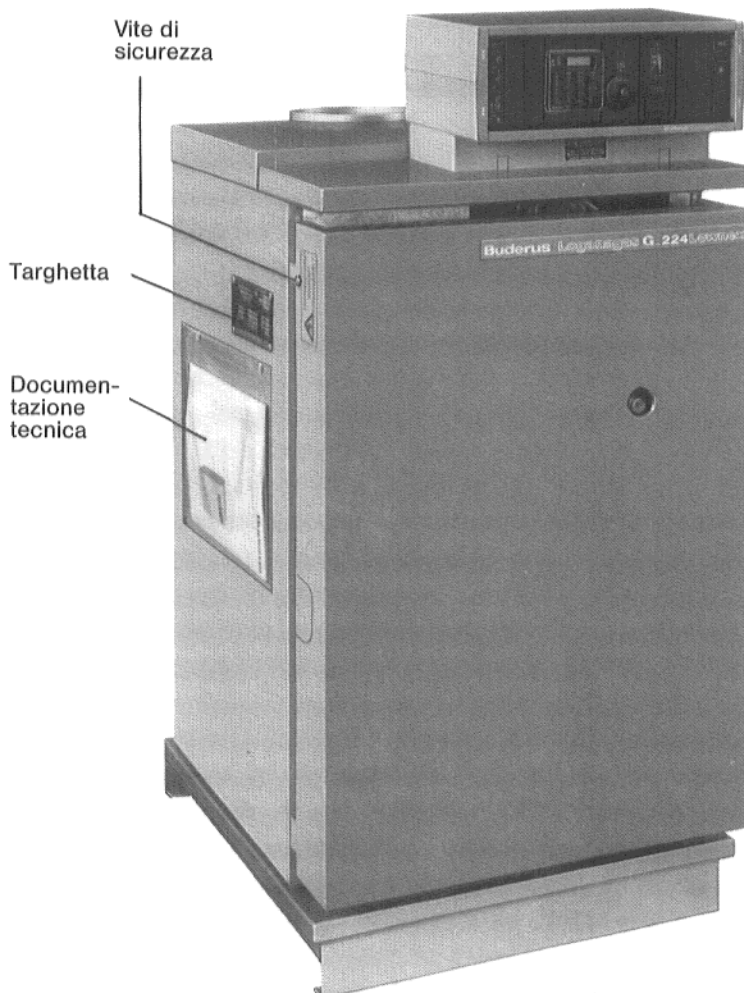

Fig. 13 – Figura esplicativa
2. Avvitare le viti di sicurezza laterali, sopra a destra ed a sinistra (Fig. 13).
La targhetta e la busta trasparente con la documentazione tecnica, possono essere spostate dal fianco sinistro a quello destro, per essere meglio visibili (Fig. 13).